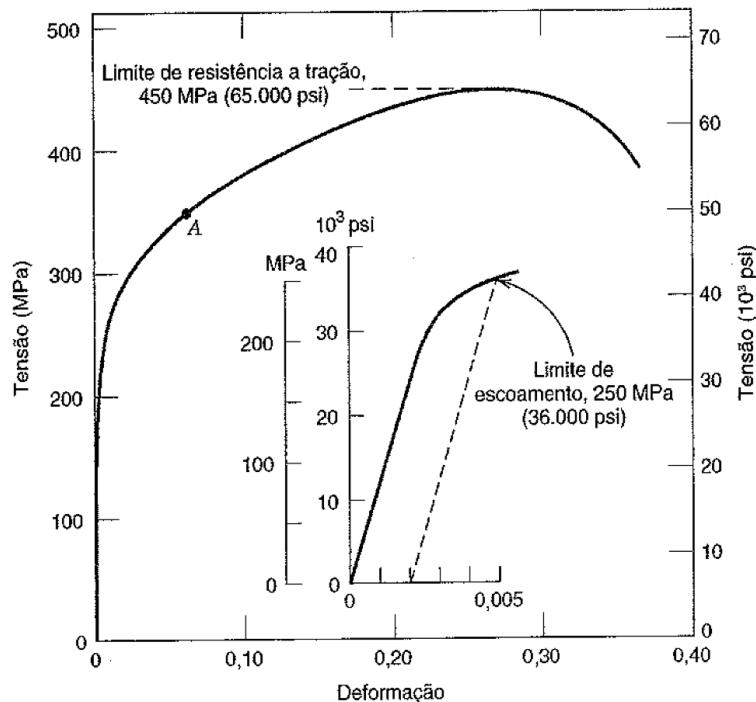

Fig. 6.12 O comportamento tensão-defo-
- 6.26** Um corpo de prova cilíndrico feito a partir de uma liga de latão e que possui um comprimento de 60 mm (2,36 pol.) deve se alongar em somente 10,8 mm (0,425 pol.) quando uma carga de tração de 50.000 N (11.240 lbf) é aplicada. Sob essas circunstâncias, qual deve ser o raio do corpo de prova? Suponha que essa liga de latão apresenta o comportamento tensão-deformação mostrado na Fig. 6.12.